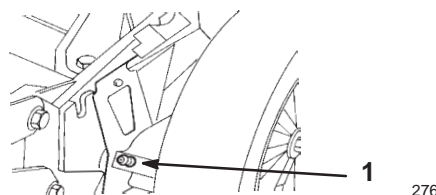

Figure 29
1. À l'aide d'un chiffon propre, essuyez les graisseurs des leviers de réglage de hauteur des roues arrière (Fig. 29).